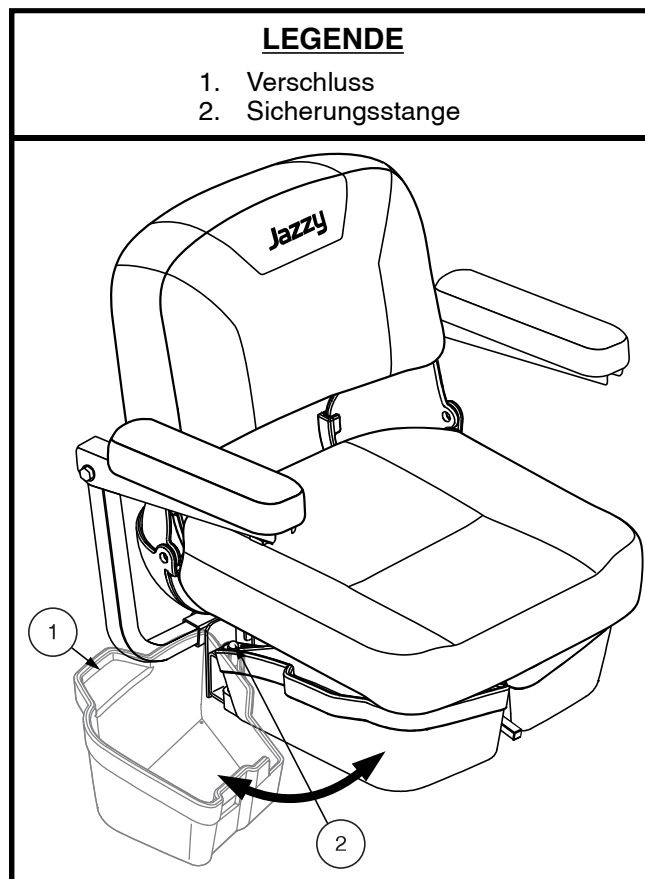

Abb. 28. Stauraum unter dem Sitz
1. Den Verschluss an der Seite des Untersitz-Staufachs (siehe Abb. 28) leicht nach oben heben und das Staufach aus dem Elektromobil herausschwenken.
1. Den Verschluss an der Seite des Untersitz-Staufachs (siehe Abb. 28) leicht nach oben heben und das Staufach aus dem Elektromobil herausschwenken, bis es vollständig geöffnet ist.
2. Falls vorhanden, entfernen die Stauraum unter dem Sitz. **Siehe Abb. 28.**
7. Falls vorhanden, installieren die Stauraum unter dem Sitz. **Siehe Abb. 28.**